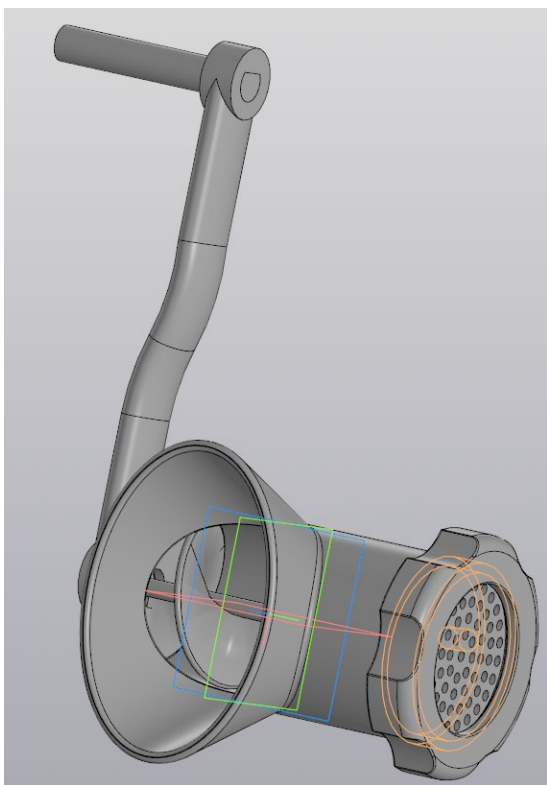

Рисунок 90 – Установка штифта
- добавьте штифт на рукоятку (рис. 90),